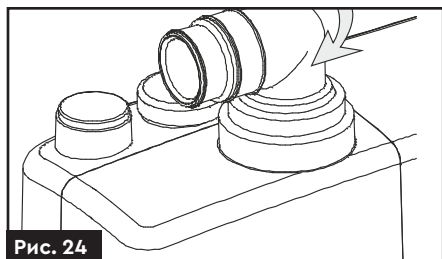

Рис. 24
6. На встановлений адаптер надіньте гнучкий кутовий напірний перехідник (рис. 24).